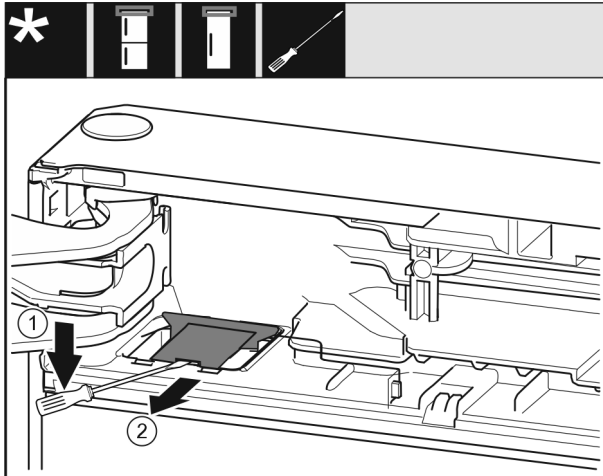

Fig. 9
- Dégager le cache Fig. 9 (1) au moyen d'un tournevis plat.
- Retirer le cache Fig. 9 (2).